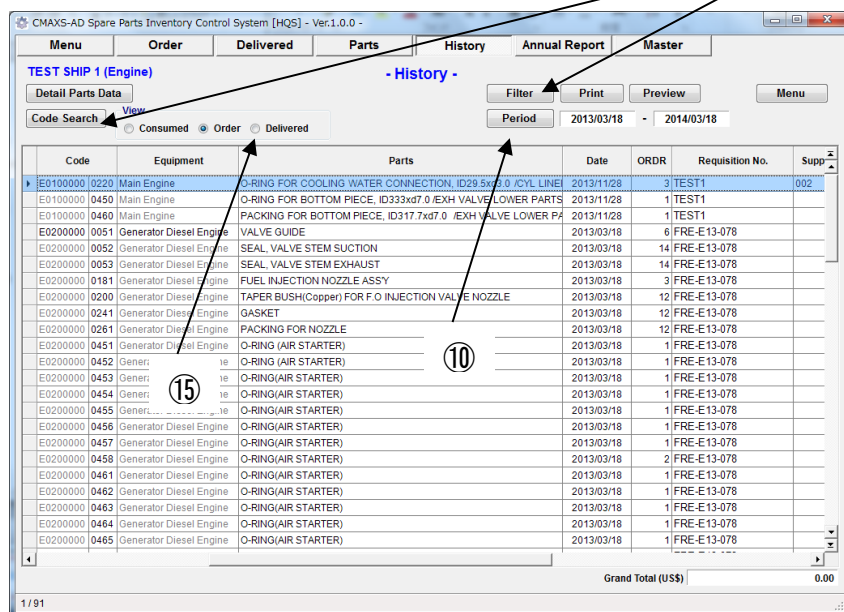

図 10-4 History [Order Parts] 画面
(9) "History" (Ordered Parts)画面(図 10-4) が表示されます。